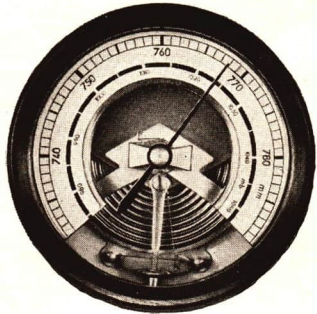

Abb. 96/1. Dosenbarometer. Es enthält als druckempfindlichen Teil eine luftverdünnte Dose aus dünnem Wellblech.
6. Der Luftdruck. Winde, die sich über große Gebiete erstrecken, entstehen als Folge des unterschiedlichen Luftdruckes. Die Luft lastet auf der Erde, sie übt auf die Erdoberfläche einen Druck, den *Luftdruck*, aus. Dieser ist aber nicht überall auf der Erde gleich. Infolge der unterschiedlichen Erwärmung und Abkühlung von Land- und Meergebieten treten starke Luftdruckschwankungen auf; der Luftdruck ändert sich fortwährend, von Tag zu Tag. Zum Messen des Luftdruckes dient das *Barometer** (Abb. 96/1). Der Wind weht von Gebieten höheren Luftdruckes zu Gebieten tieferen Luftdruckes.